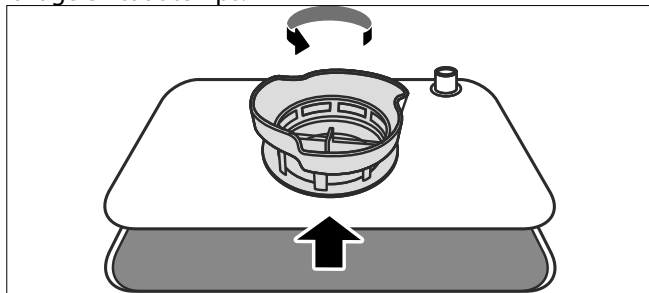

Fig. 19 – Détachement du filtre fin
- Pour retirer le système de filtrage, tournez le filtre fin dans le sens inverse des aiguilles d'une montre (voir Fig. 19).